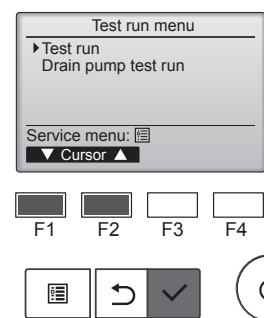

Fig. 7-2
- 2 Dans le Menu test de fonctionnement, sélectionnez "Test run" (Test fonctions) puis appuyez sur la touche [CHOIX]. (Fig. 7-2)